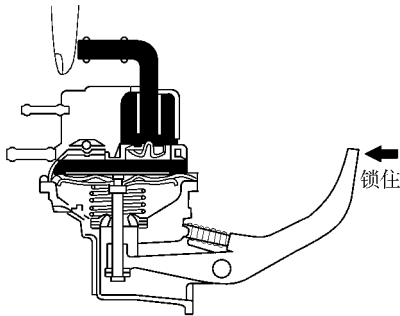

图 2-69 用手指堵住进油管，
(2) 检查出油阀。用手指堵住进油管，检查泵臂是否被锁住，如图 2-69 所示。